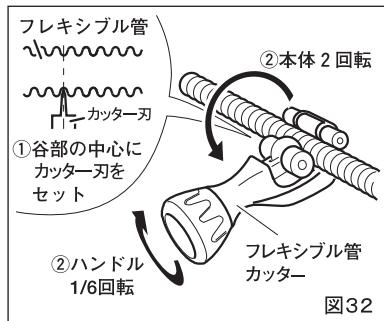

図32
### (2) 加工するパイプの切断(図32,33)
- ①フレキシブル管カッターの刃を切断する管の谷部の中心に合わせます。
- ②フレキシブル管カッターのハンドルを回して、刃をゆっくりと送り込みながら切断します。